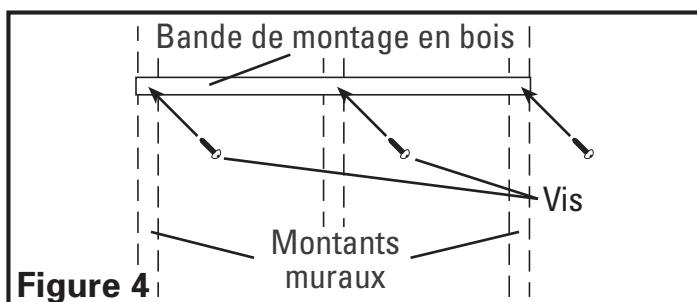

Figure 4
- En utilisant le gabarit comme guide, placez la bande de bois qui fut enlevée à l'étape 2 de la **Section 1** sur le dessus du gabarit puis mettez le à niveau. Fixez en place en utilisant les vis de montage de 2 in. (5,1 cm) comprises en vous assurant que les vis s'enfoncent dans les montants muraux (**Figure 4**).